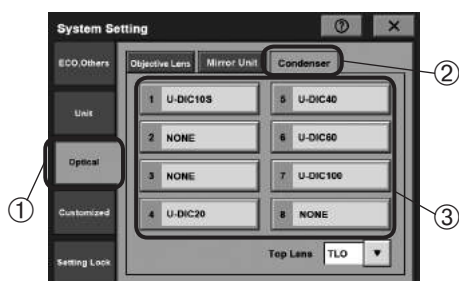

Рис. 13
1. Коснитесь вкладки [Optical] (оптика) ① на дисплее [System Setting] (настройка системы), чтобы открыть дисплей [Optical] (оптика).
2. Коснитесь вкладки [Condenser] (конденсор) ② на дисплее [Optical] (оптика) (рис. 13).